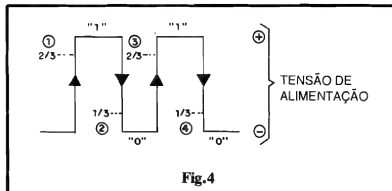
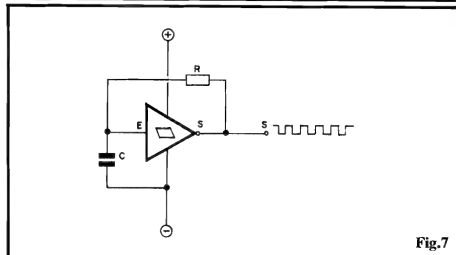

Fig. 4
Fig.7
- FIG. 4 - DETALHANDO OS LIMIARES DE TRANSIÇÃO, NAS ENTRADAS SCHMITT TRIGGER
- FIG. 7 - UM ASTÁVEL COM GATE SCHMITT TRIGGER- Os **gates** S.T. Também simplificam **muito** a elaboração circuitual de blocos ASTÁVEIS (osciladores, "geradores de clock"...), normalmente "economizando" um **gate** (relembrem a estrutura básica do ASTÁVEL com **gates** C.MOS, na fig. 4 da "Aula" nº 22 - APE 57). Conforme mostra o diagrama da fig. 7, a estrutura básica de um ASTÁVEL com **gate** S.T. requer (além do único **gate**, desde um simples inversor...) apenas a presença obrigatória de um Resistor (R) e um Capacitor (C), componentes determinados da própria Frequência de oscilação... Analisemos, rapidamente, o funcionamento do ASTÁVEL nessa configuração: ao ser inicialmente liga-